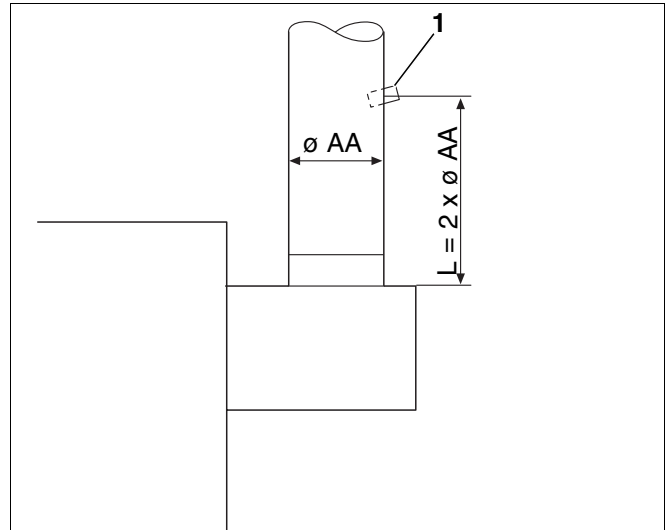

Abb. 31 Messwerte aufnehmen
Für die folgenden Messungen müssen Sie eine Messstelle im Abgasrohr (Abb. 31, **Pos. 1**) anbringen. Der Abstand von der Strömungssicherung muss dem doppelten Abgasrohrdurchmesser (AA) entsprechen.
- Messstelle im Abgasrohr (Abb. 31, **Pos. 1**) an der dem Heizkessel abgewandten Seite anbringen. Dazu ein Loch mit einem Durchmesser von 8 mm in das Abgasrohr bohren.